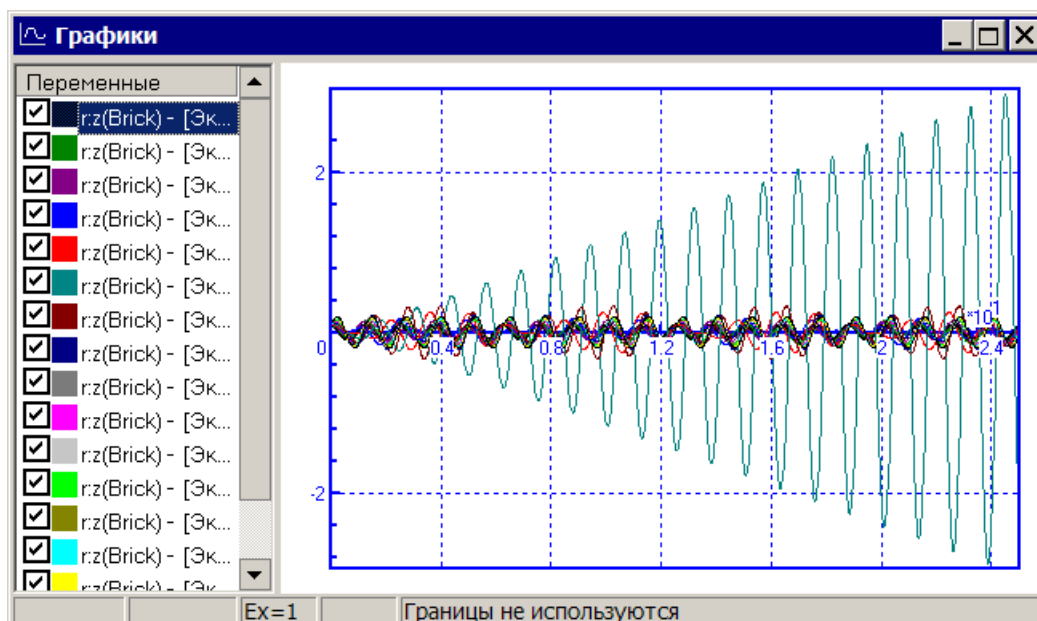

Рис. 2.16. Вертикальные колебания груза при различных частотах вынуждающей силы
3. Выберите все численные эксперименты и перетащите переменную **r:z(Brick)** в графическое окно. В нем построятся графики вертикальных колебаний для всех проделанных экспериментов, см. рис. 2.16. Ясно виден резонансный случай. А теперь перейдем к анализу данных без рассмотрения осциллограмм для каждого отдельного численного эксперимента.